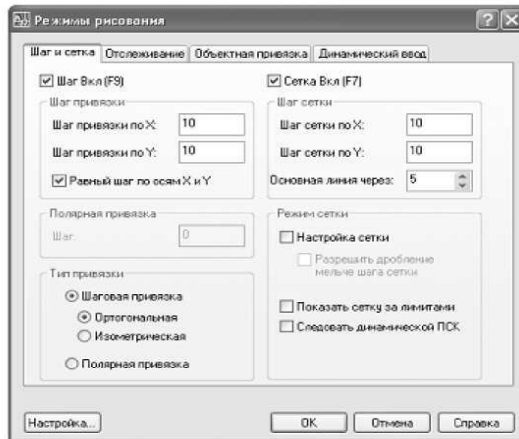

Рис.7 Диалоговое окно Режимы рисования (Drafting Settings)
1. Выберите из меню команду Сервис Режимы рисования (Tools ^Drafting Settings) либо введите в командном окне команду бажё^бён(DSETTINGS). Перейдите, если в этом есть необходимость, в открывшемся диалоговом окне Режимы рисования (Drafting Settings) на вкладку Шаг и Сетка (Snap and Grid) (рис.7). Параметры режимов Сетка(Grid) и Шаг (Snap) находятся в этом окне в группах с соответствующими названиями. Обратите внимание, что для обоих режимов шаг имеет значение 10.